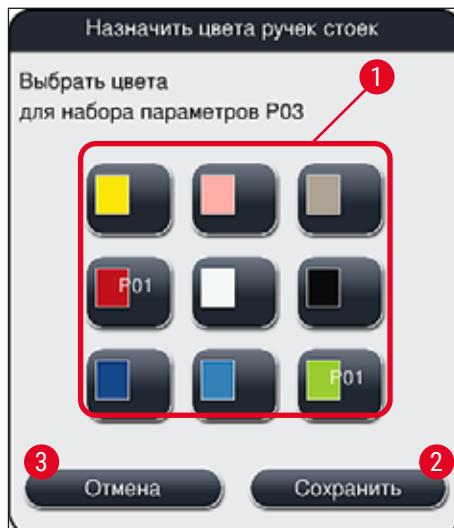

Рис. 45
2. При нажатии кнопки Цвет (→ Рис. 44-2) на экране появляется поле выбора (→ Рис. 45), в котором можно назначить цвет ручки штатива для выбранного набора параметров.
- Все доступные цвета представлены на рисунке (→ Рис. 45). Если в поле цвета отображается сокращение, это означает, что этот цвет уже назначен определенному набору параметров.